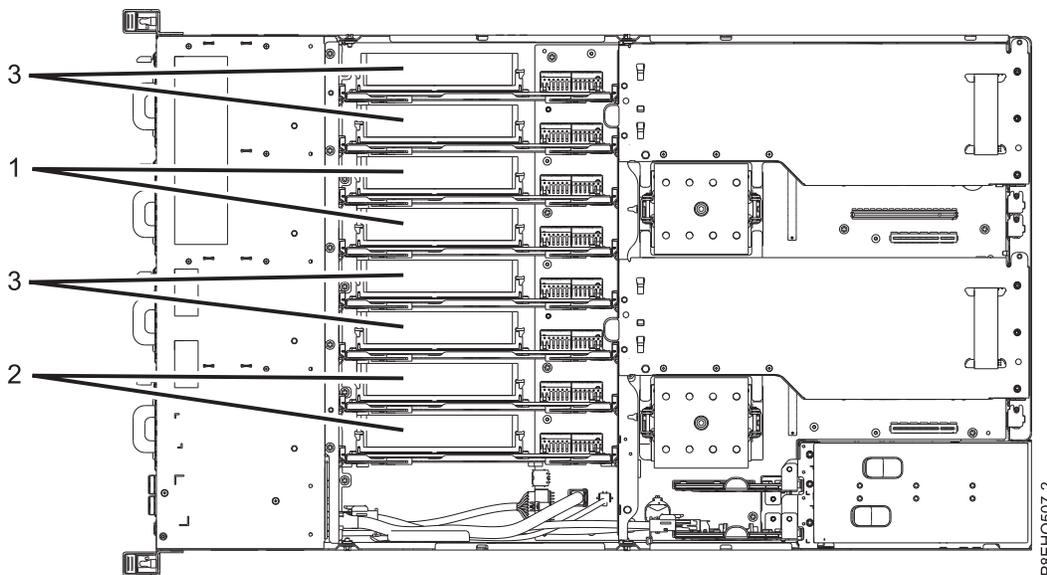

図 34. 8335-GCA メモリー・ライザーの取り付け順序
メモリー・ライザーは、図 34 に示すように、(1)、(2)、(3) の順序で取り付ける必要があります。デフォルトでは、最初の位置 (1) には常にメモリー・ライザーが取り付けられています。